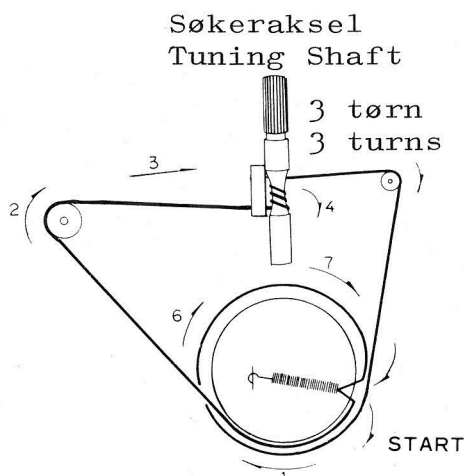

Fig. 3
1. Sett dreiekondensatoren til minimum og trekk snoren etter pilenes anvisning (fig. 3).
1. Fit the cord in accordance with the arrows (fig. 3) while setting the tuning capacitor to minimum.